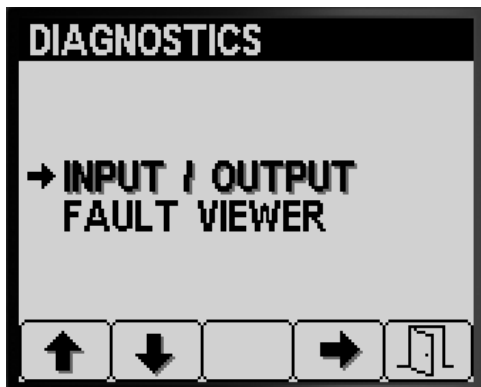

Figura 84
4. Premete il pulsante 5 per uscire dalla schermata INPUT/OUTPUT e tornare alla schermata DIAGNOSTICA (Figura 84).
1. Premete il pulsante 1 o 2 sulla schermata Diagnostica fino a raggiungere l'opzione INPUT/OUTPUT (Figura 84).
2. Premete il pulsante 3 per selezionare la voce INPUT/OUTPUT (Figura 84).